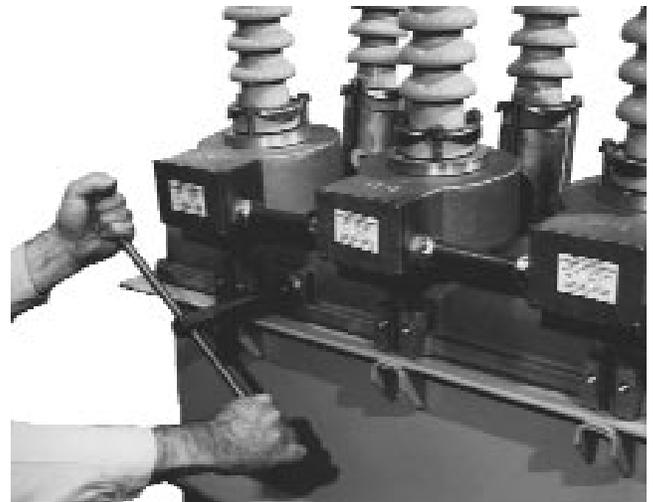
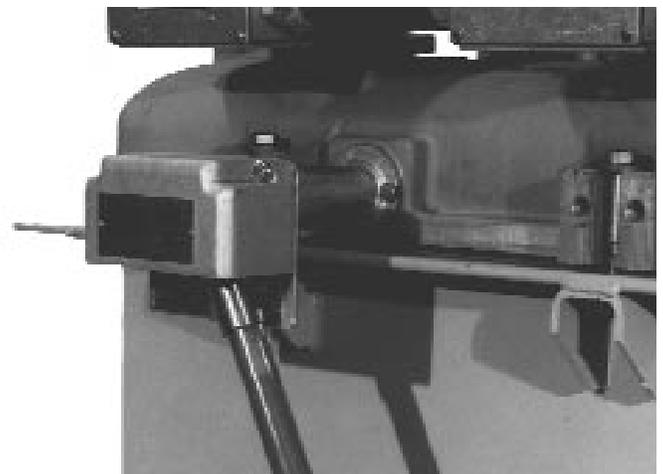

Figura 16.
Figura 17.
Una herramienta tipo T de cerrado No. KA90R (Figura 16) se encuentra disponible para permitir cerrar manualmente un reanectador no energizado cuando no hay alimentación de alto voltaje disponible para cerrarlo. Si se ha montado el reanectador fuera del alcance de la herramienta tipo T, se puede usar la herramienta manual de cierre KA476R (Figura 17).
2. Inserte la herramienta tipo T de cierre KA90R en la lumbreira y engánchela en el pasador del eje de cierre (Figura 16).
2. Enganche la manija de la herramienta de cierre (Figura 17) en el receptáculo accionador y gire la manija en sentido horario aproximadamente 90 grados para cerrar el reanectador.